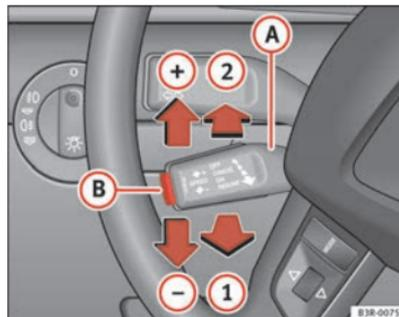

Abb. 151 Bedienungselemente der Geschwindigkeitsregelanlage ▶
- Ziehen Sie den Hebel **(A)** in Position  $\Rightarrow$  Abb. 151 **(1)**, um die Anlage einzuschalten.
- Drücken Sie den Hebel **(A)** nach oben in Richtung  $\Rightarrow$  Abb. 151 **(+)**.
- Drücken Sie den Hebel **(A)** nach unten in Richtung  $\Rightarrow$  Abb. 151 **(-)**.
- Durch kurzes Drücken des Hebels **(A)** nach oben in Richtung  $\Rightarrow$  Abb. 151 **(+)** wird die gewünschte Geschwindigkeit um etwa 2 km/h erhöht.
- Durch kurzes Drücken des Hebels **(A)** nach unten in Richtung  $\Rightarrow$  Abb. 151 **(-)** wird die gewünschte Geschwindigkeit um etwa 2 km/h verringert.
Falls beim vorübergehenden Ausschalten keine gewünschte Geschwindigkeit gespeichert war, können Sie eine neue gewünschte Geschwindigkeit wie folgt speichern: Fahren Sie mit der gewünschten Geschwindigkeit und drücken Sie dann kurz die Drucktaste ⇒ Seite 188, Abb. 151 **(B)** (SET).
- Drücken Sie den Hebel **(A)** ⇒ Seite 188, Abb. 151 in Position **(2)** (gerastet).